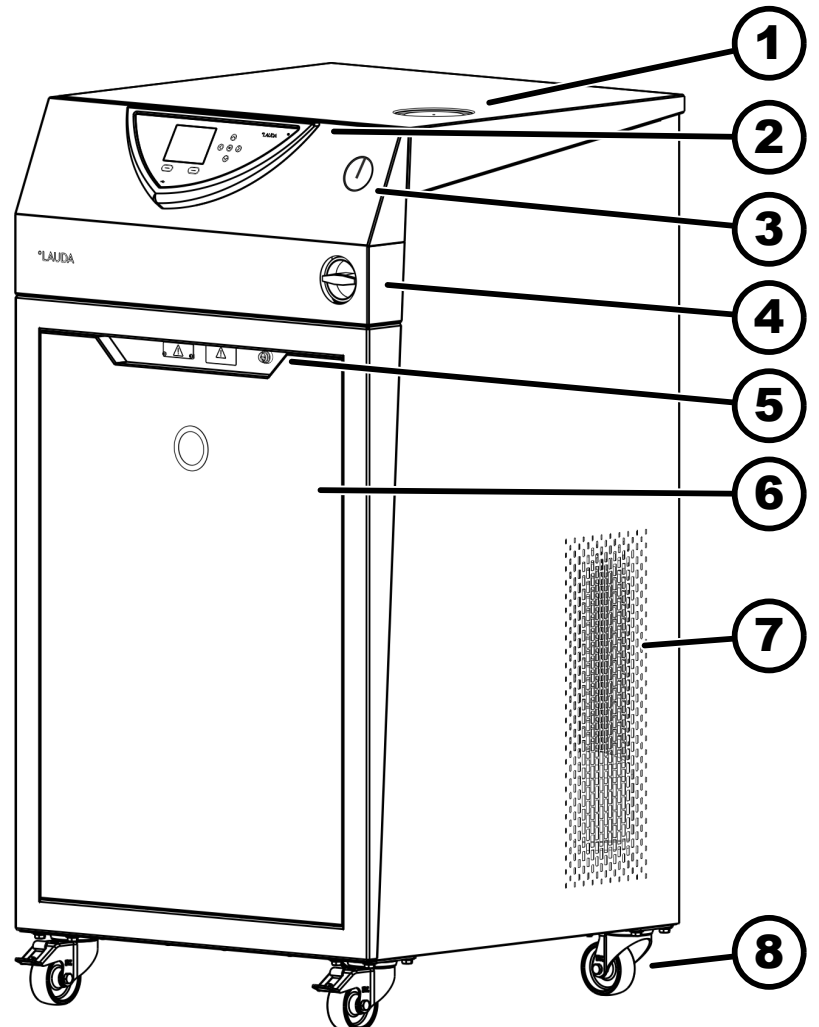

Fig. 5: Façade du VC 10000 W
7. **Figure 5** : Incliner légèrement l'appareil avec précaution sur le côté ⑧. Retirer la mousse ⑨ sur laquelle reposait l'appareil. Procéder de la même manière de l'autre côté.
8. **Figure 5 :** Utiliser maintenant le couvercle en bois comme rampe. Le côté oblique de la rampe ne doit pas être tourné vers l'appareil et doit être orienté vers le sol. Les rails de guidage sont visibles. Placer la rampe ⑩ dans l'encoche de la palette. Desserrer les freins des roulettes de l'appareil.